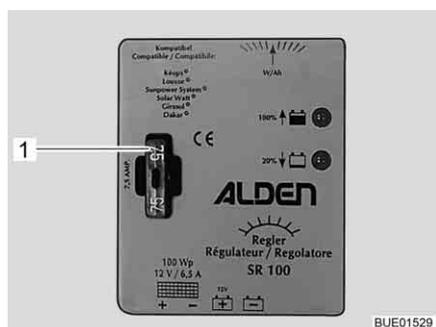

Fig. 116 Fusible del regulador de carga solar de 100 W
- Cambiar el fusible plano 5 A/marrón claro (Fig. 116,1).